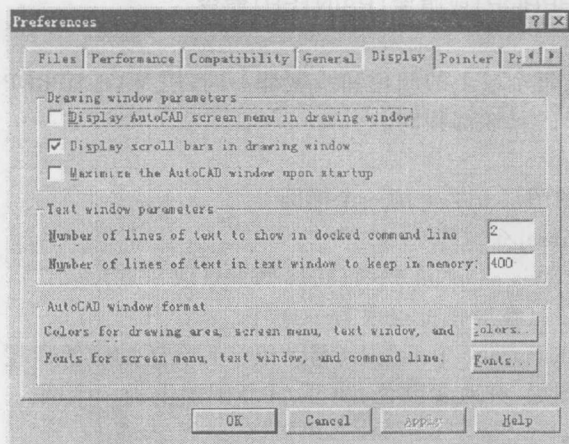

图 1-1
(1) 在主菜单【Tools】下选择[Preferences...]选项。这时出现如图 1-1 所示的对话框,选 Display 标签。